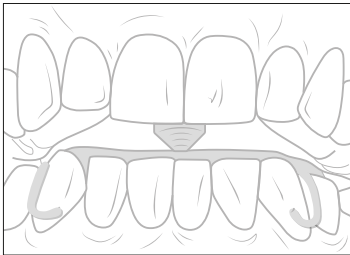

Fig. 3
13. Des mouvements d'ouverture et de fermeture de la bouche permettent de contrôler si la pointe s'ajuste sur l'orifice de la rondelle en plexiglas (Fig. 3).